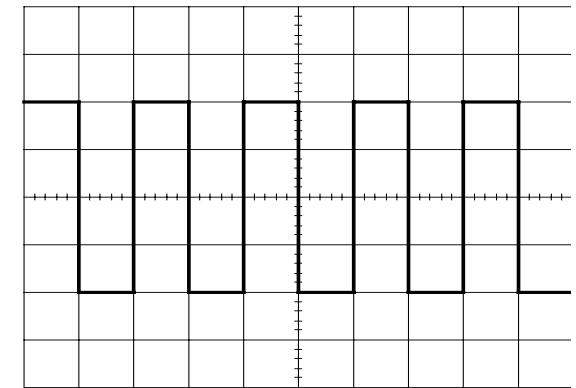

Figure 4-3
- 1) Drücken Sie die POWER-Taste (4), und achten Sie darauf, daß die Netzanzeige-LED (8) aufleuchtet. Nach etwa 20 Sekunden erscheint eine Leuchtspur auf dem Schirm. Sollte die Leuchtspur nach ca. 60 Sekunden noch nicht zu sehen sein, überprüfen Sie nochmals die Einstellungen der Bedienelemente (siehe oben).
- 2) Stellen Sie mit dem INTEN-Regler (2) und dem FOCUS-Regler (4) eine angemessene Helligkeit und Schärfe für die dargestellte Leuchtspur ein.
- 3) Bringen Sie mit dem CH1 POSITION-Regler (40) und dem TRACE ROTATION-Regler (5), den Sie mit einem Schraubendreher verstellen können, die Leuchtspur in Übereinstimmung mit der horizontalen Mittellinie des Meßrasters.
- 4) Verbinden Sie den Tastkopf mit dem CH1-Eingang (12) und legen Sie das  $2V_{ss}$ -Kalibriersignal auf die Tastkopfspitze.
- 5) Stellen Sie die AC-DC-GND-Tasten (11) auf AC ein. Das in Abbildung 4-3 dargestellte Signal wird auf dem Schirm angezeigt.
- 6) Verstellen Sie den FOCUS-Regler (4) so, daß die Leuchtspur scharf abgebildet wird.
- 7) Stellen Sie den VOLTS/DIV-Regler (10) und den TIME/DIV-Regler (18) für die Signalbetrachtung so ein, daß der Schwingungszug deutlich dargestellt wird.
- 8) Verstellen Sie den  $\Delta V$  POSITION-Regler (40) und den  $\triangleleft \triangleright$  POSITION-Regler (34) so, daß das Signal am Meßraster ausgerichtet ist und Spannung ( $V_{ss}$ ) und Periode (T) problemlos abgelesen werden können.